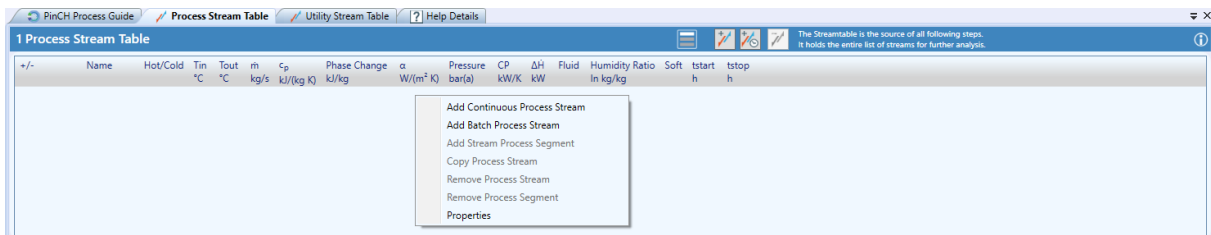

Abbildung 5: Hinzufügen eines kontinuierlichen Prozess-Stroms in der Process Stream Table
- ☞ Add Continuous Process Stream wählen (siehe Abbildung 5).